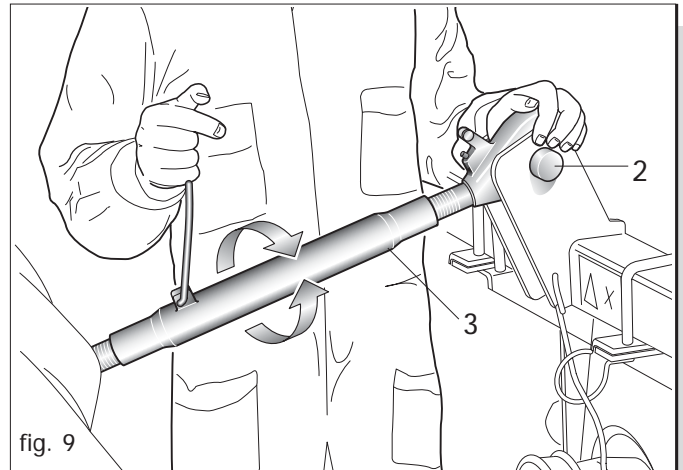
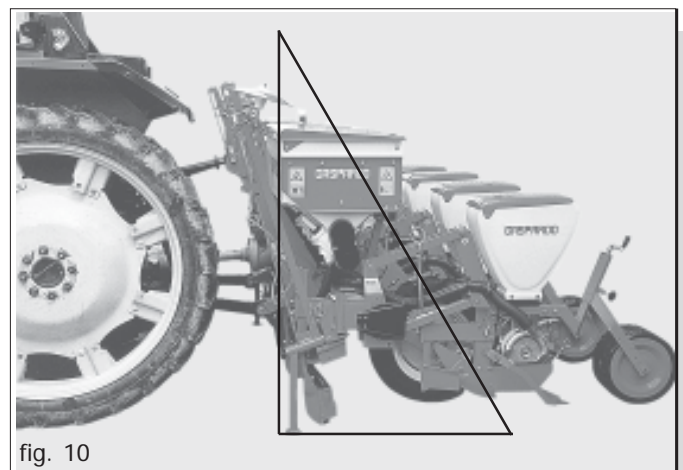

fig. 9
fig. 10
- 4) Den oberen dritten Punkt (2 Abb. 9) ankuppeln; der Stift muß durch seinen Splint blockiert werden; mit der Einstellzugstange (3 Abb. 9) die Säelemente parallel zum Boden ausrichten (Abb. 10).